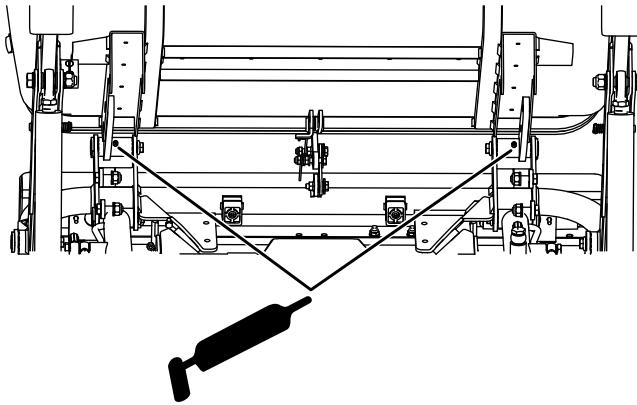

Figura 50
- Perni orientabili della tramoggia sotto la tramoggia (Figura 50)